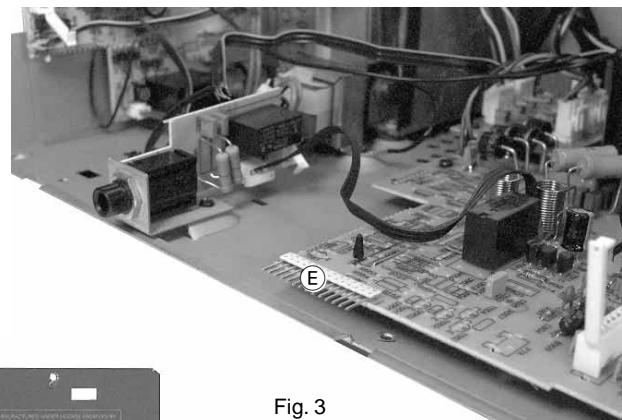

Fig. 3
- Bei Zusammenbau auf richtigen Sitz der Steckverbindung **E** achten (Fig. 3)!
- When assembling the front take care of the correct position of the connector **E** (Fig.3)!